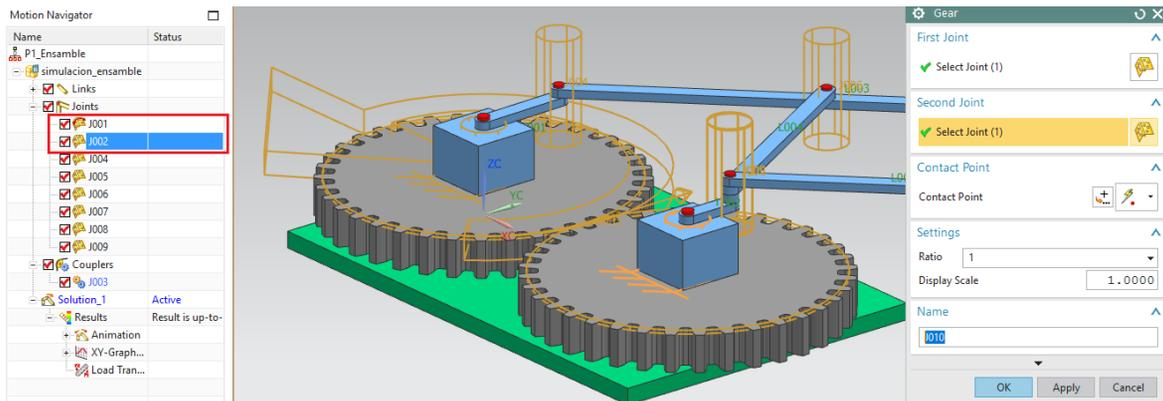

Figura 1.2.21 Menú Gear.
- En la **ribbon bar**, posicionarse en la pestaña **Home**, seleccionar la opción **Gear**, en **First Joint** seleccionar Joint J001, en **Second Joint** seleccionar Joint J002, dar click en **Apply** y después en **Ok** (Figura 1.2.21).